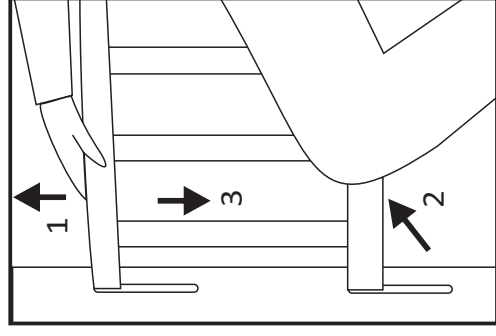

Рисунок 5.
5. **Установка переднего ограждения.** Ослабить два винта на дне, установить переднее боковое ограждение, для чего одновременно завести в паз втулку (12) и штырь(13) бокового ограждения в механизм опускания, установленный на спинке. Опустить переднее боковое ограждение в нижнее положение, затянуть винты дна. Проверить работу механизма опускания бокового ограждения. Для перемещения бокового ограждения вниз приподнять верхнюю планку бокового ограждения за середину, слегка надавить коленом по центру нижней части бокового ограждения, опустить вниз до упора (см. рисунок 5).